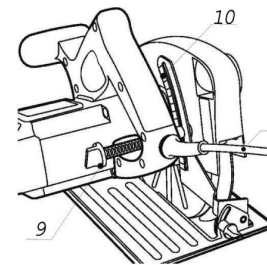

Рис. 3
Установка глубины пропила производится подъемом/опусканием корпуса пилы относительно основания пилы (1), контролируется по шкале (10) и фиксируется винтом (9) (Рис. 3). Глубину пиления нужно установить так, чтобы зубья пильного полотна выступали из-под заготовки не больше чем на высоту зуба. Чем меньше выступает зуб, тем ровнее рез.
**Примечание!** При наклонной распиловке значение глубины пропила, устанавливаемое по шкале (10) (Рис. 3), не совпадает с истинным значением. В этом случае глубину пропила следует измерять от вершины пильного зуба до кромки стола с помощью мерительного инструмента.